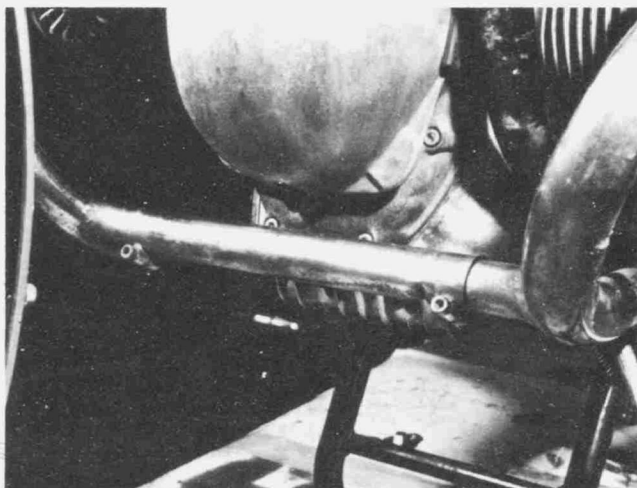
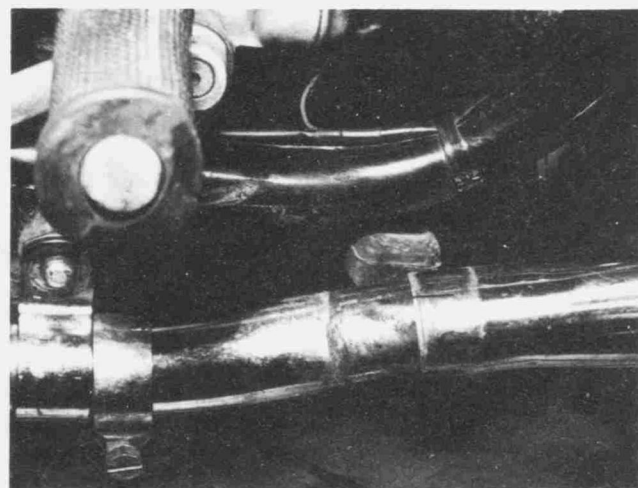

Bild 8
Bild 9
- Die beiden Innensechskant-Schrauben am Querrohr zwischen den Auspuffrohren lockern (Bild 8). Die Mutter an den vorderen Fussrasten abschrauben und die Auspuffrohr-Schellen abziehen (Bild 9). Die Mutter wieder aufschrauben.